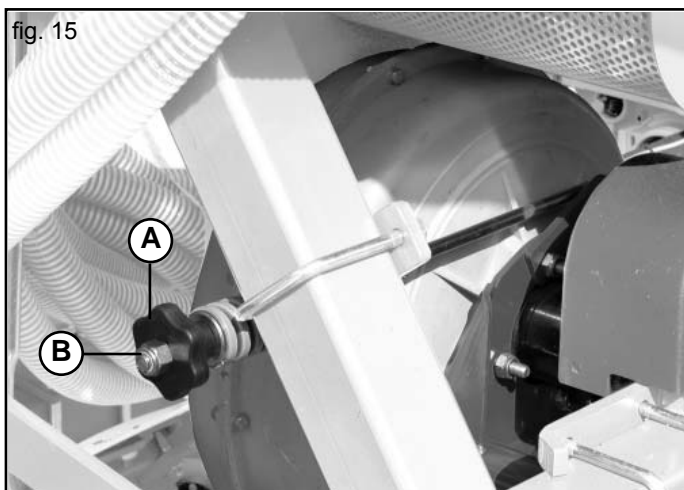
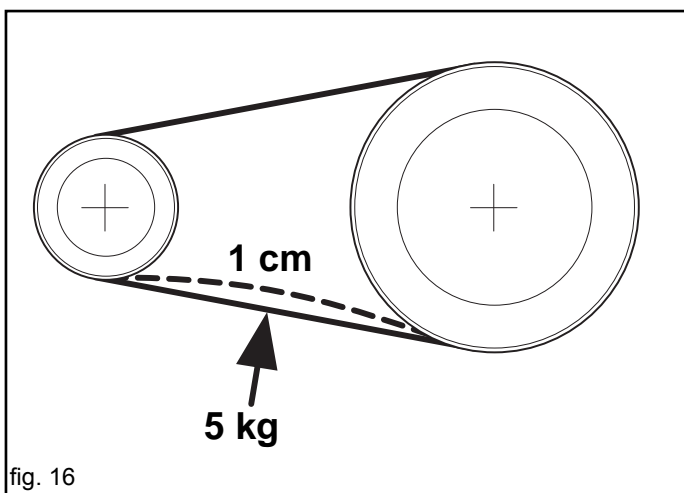

fig. 15
fig. 16
2) Ajustar el tensor de las correas usando la palanca (A, Fig. 15). Presionar la correa, en la parte central entre las dos poleas, con una fuerza de 5 kg. La fuerza debe provocar una deformación max. de 1 cm (Fig.16) en cada correa.
Para sustituir las correas de trasmision, aflojar totalmente la tension de las mismas usando la palanca (A, Fig. 15).
Atención: NO QUITAR mai la tuerca B (Fig. 15).